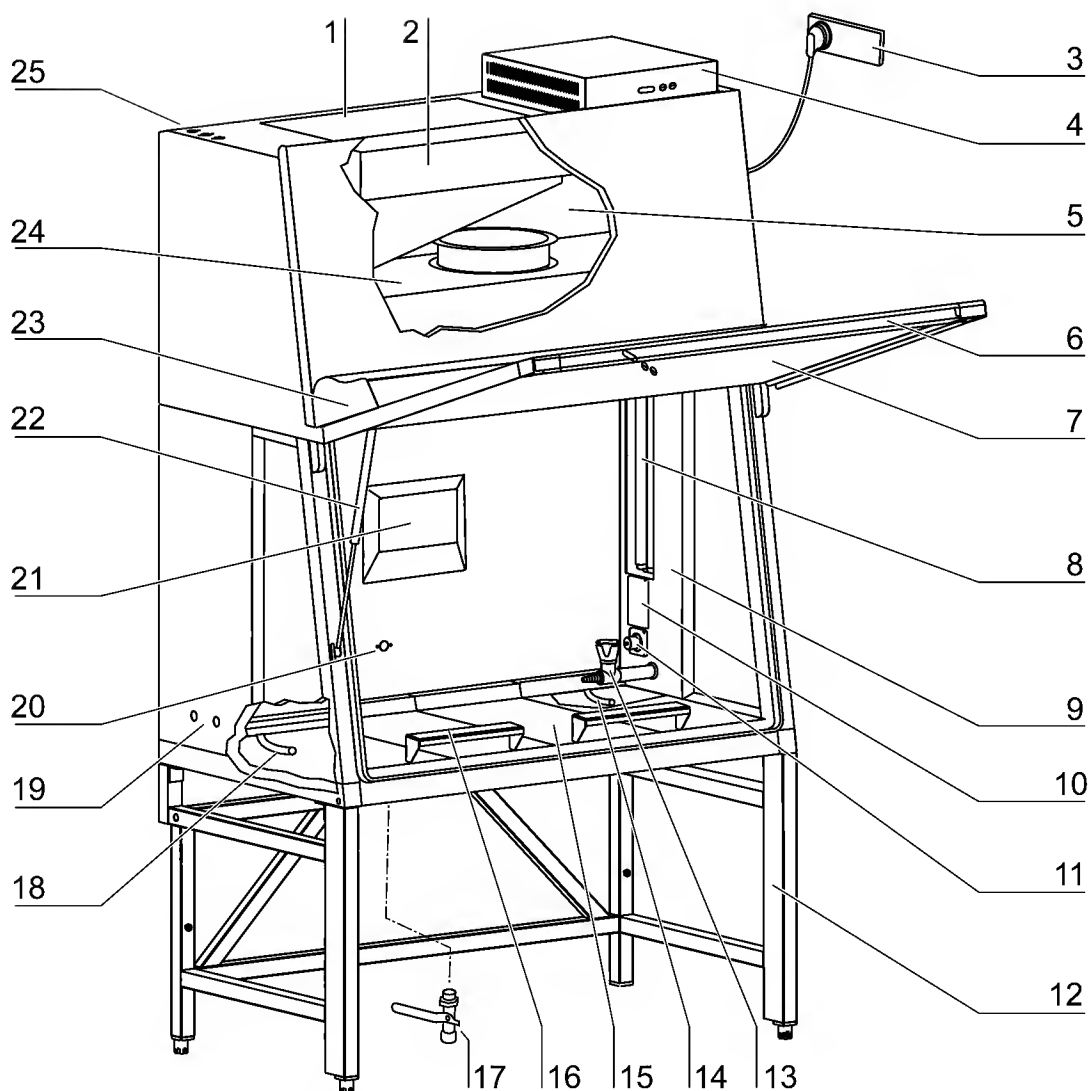

Fig. 3
- **Fig. 3:** Plenum [5] (gruppo ventilatori con filtro) con ventilatore di ricircolo aria [24] e aspiratore [2]. Il filtro dell'aria ricircolata dell'apparecchio ed il filtro aspiratore sono direttamente montati sul rispettivo ventilatore. Attraverso l'apertura [1] l'aria di scarico viene espulsa nell'ambiente intorno all'apparecchio.